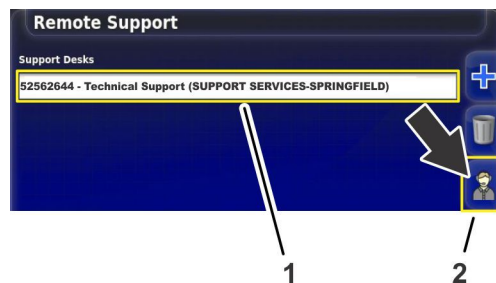

Figure 214
1. Appuyez sur l'icône BUREAU D'ASSISTANCE du service client que vous avez sauvegardé dans la liste des bureaux d'assistance (Figure 214).
2. Appuyez sur l'icône DEMANDER ASSISTANCE AU BUREAU (Figure 214).